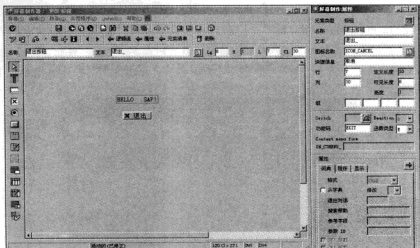

图 12-34 设置“退出”按钮
STEP 7 设置“退出”按钮，“退出”按钮的属性如图 12-34 所示。注意属性中的功能码为 EXIT，函数类型“E”表示退出函数。